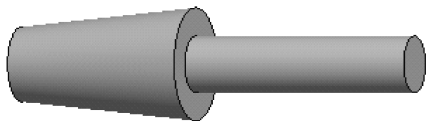

图 4-129 完成的模型
(10) 单击【草绘器工具】工具栏中的【完成】按钮, 接受草绘, 进入旋转操作界面。
(11) 拖动鼠标中键调整观察角度, 对生成的模型进行几何预览, 满足要求后, 单击控制区的【应用】按钮完成特征创建, 按 < Ctrl + D > 组合键回到默认观察角度, 如图 4-129 所示。